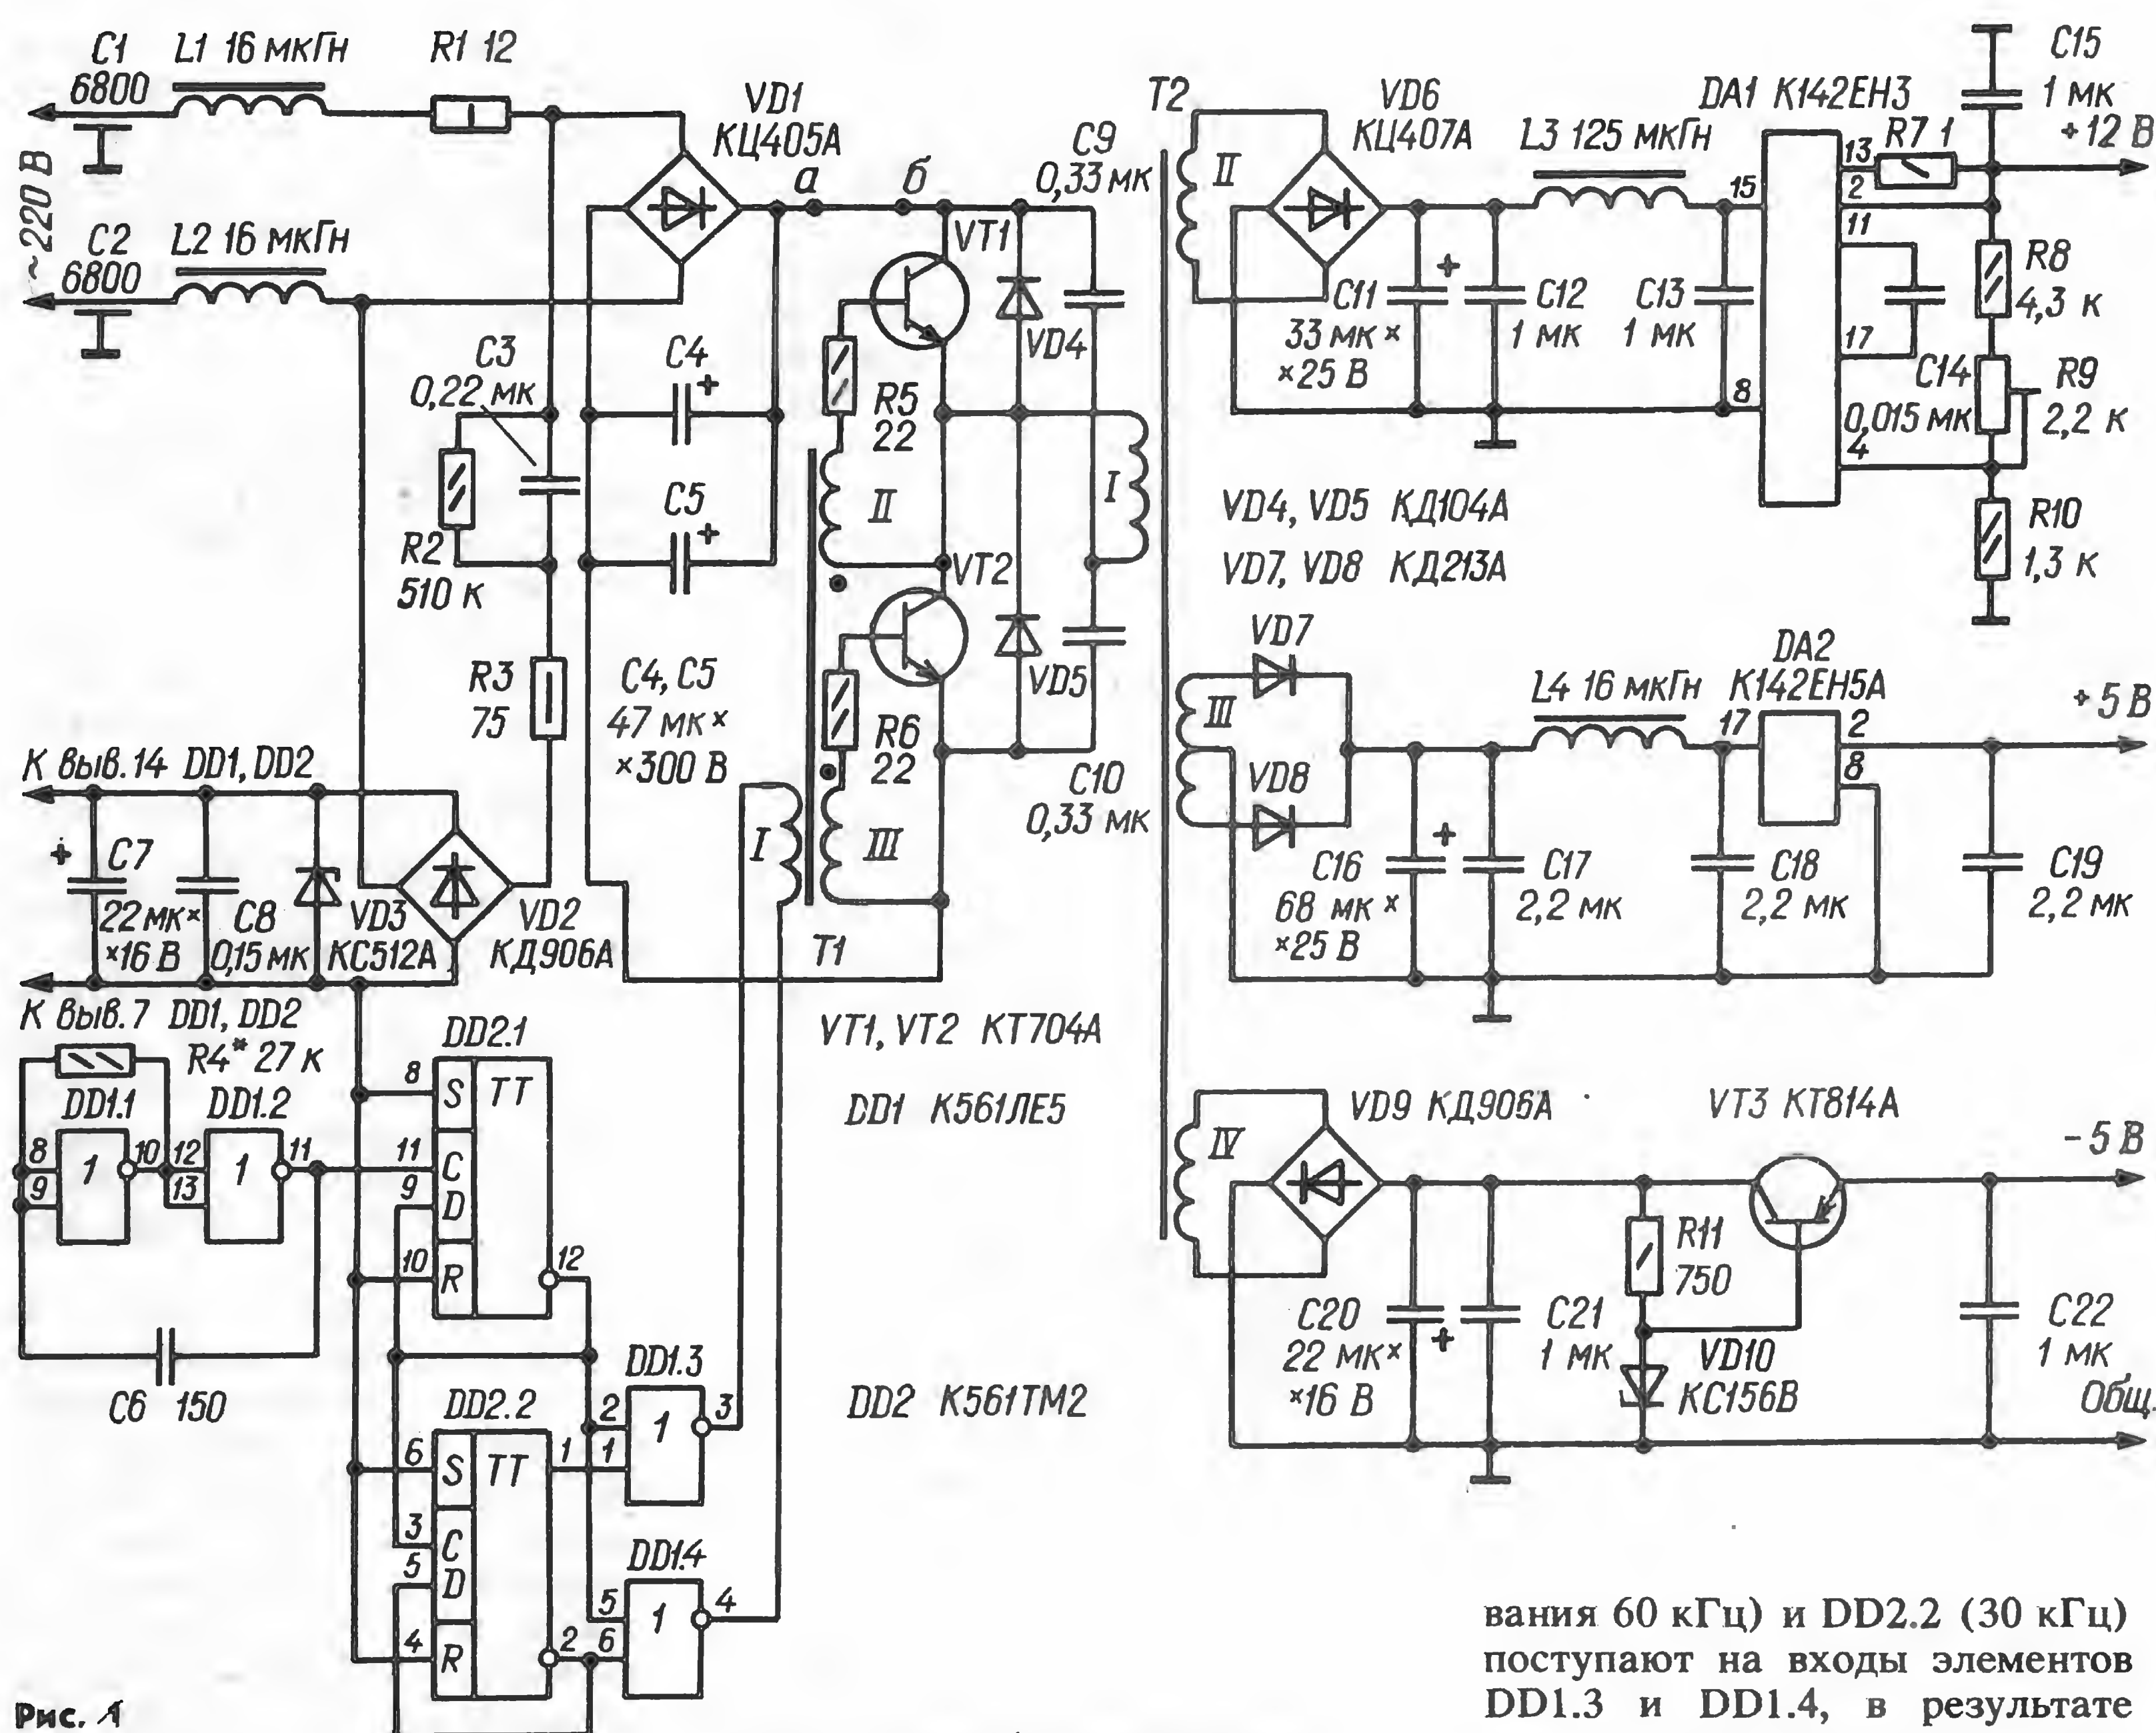
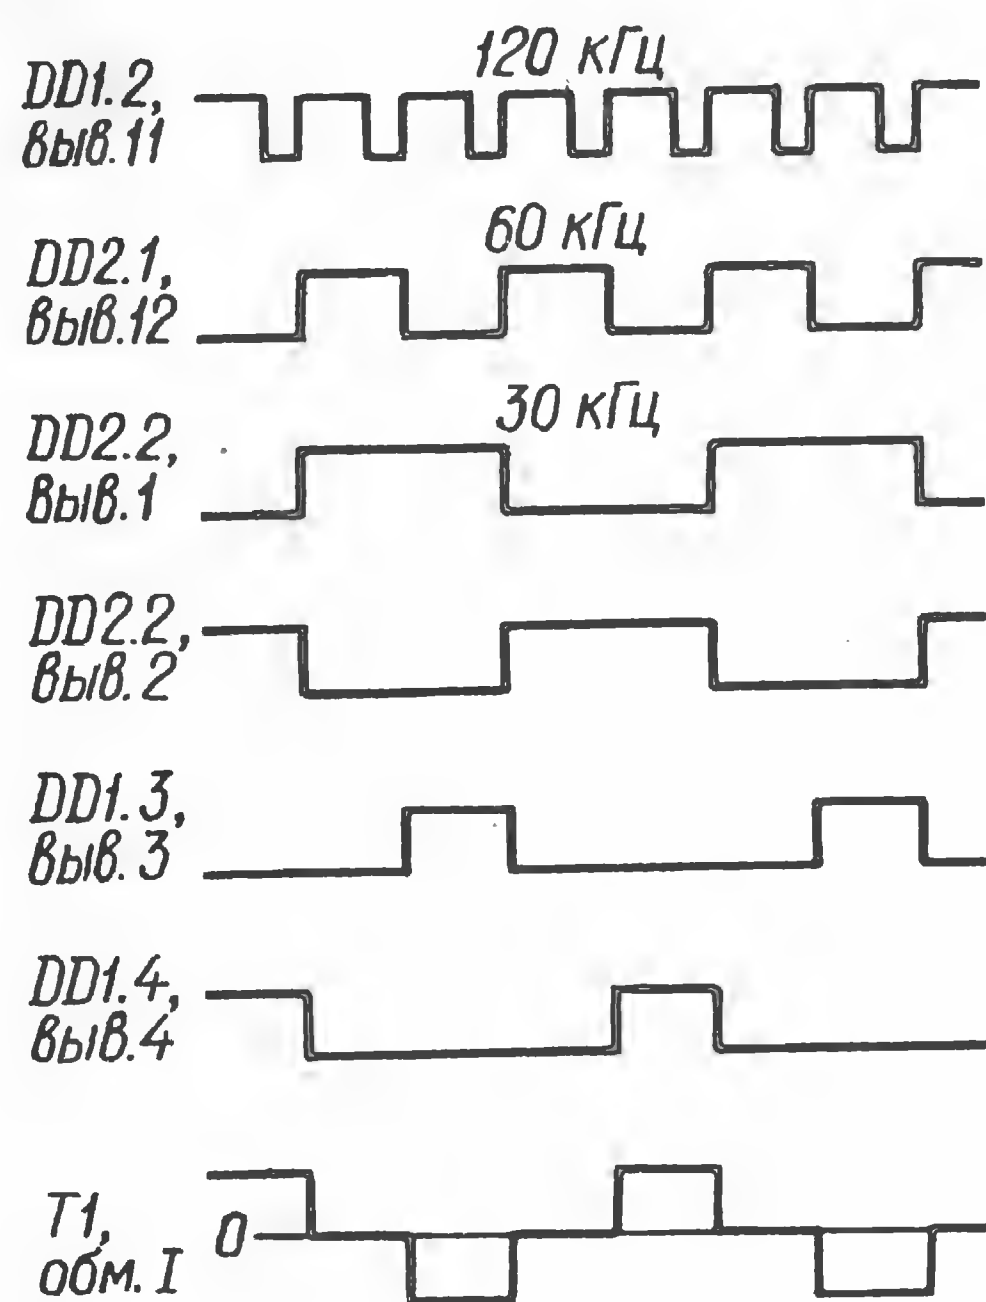

Рис. 1
Рис. 2
питания изображена на рис. 1, а диаграммы сигналов в его характерных точках — на рис. 2. Первичная (I) обмотка основного трансформатора Т2 преобразователя включена в диагональ моста, образованного транзисторами VT1, VT2 и конденсаторами C9, C10. Базовые цепи этих транзисторов питаются от обмоток II и III трансформатора
вания 60 кГц) и DD2.2 (30 кГц) поступают на входы элементов DD1.3 и DD1.4, в результате чего на их выходе формируются импульсные последовательности со скважностью 4. Их разность (рис. 2, диагр. «Т1, обм. I») имеет вид импульсов чередующейся полярности длительностью около 8 мкс с паузами такой же продолжительности между ними.
с пределом измерения 100 мА, а к выходу среднего (по схеме) источника выходного напряжения — резистор сопротивлением 5 Ом с рассеиваемой мощностью не менее 5 Вт. После этого к выводам конденсатора С7 через резистор сопротивлением 510 Ом (0,5 Вт) подключают внешний источник постоянного напряжения 20 В и проверяют на соответствие диаграммам на рис. 2 форму сигналов в характерных точках формирователя импульсов. Сигналы, снятые с базы транзисторов VT1, VT2 относительно их эмиттера, должны соответствовать нижней по рисунку диаграмме. Для получения необходимой частоты повторения импульсов подбирают резистор R4 или конденсатор С6.
Описанный блок питания обеспечивает по источнику +12 В максимальный ток 300 мА, по источнику +5 В — 1 А и по источнику —5 В — 50 мА. Однако, если диоды VD7, VD8 снабдить теплоотводами или установить их на заднюю стенку компьютера через слюдяные прокладки, максимальный ток источника +5 В можно поднять до 2 А. Максимальный ток источника —5 В можно увеличить до 100 мА, если позаботиться о дополнительном охлаждении транзистора VT3. Следует иметь в виду, что форма сигнала на обмотках трансформатора Т2 близка к показанной на рис. 2 (диагр. «Т1, обм. I»), но только при чисто активной нагрузке.